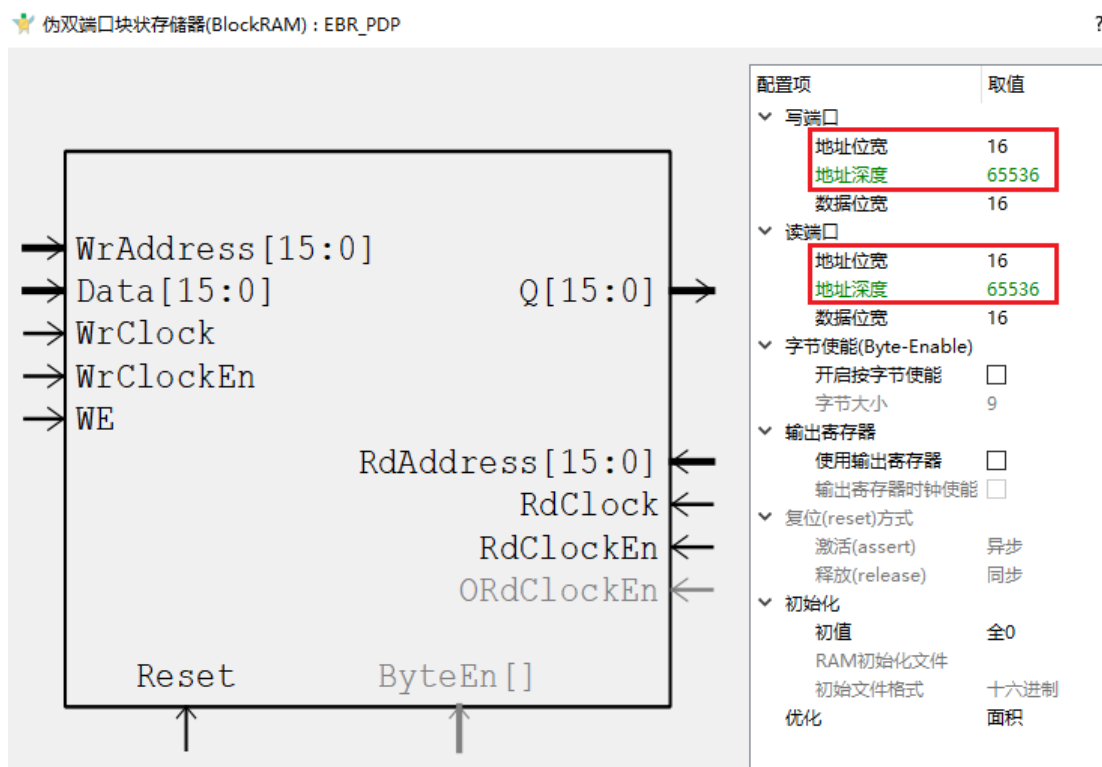

图 1-9 RAM IP 界面配置图
6. EBR_PDP 模块：RAM IP 核，用来存储 ACM7606 采集到的数据，其读写位宽都为 16，地址深度设置为 65536，配置界面如下图 1-9 所示。